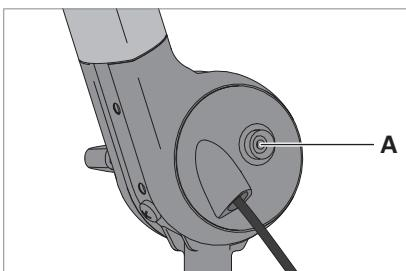

рис. 5: Кнопка для кабеля заземления.
- ▶ Подсоединить один конец прилагающегося кабеля заземления к кнопке **A** светильника, смотри рис. 5.